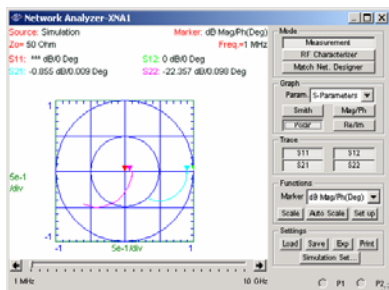

图 5-98 极化格式
3) Polar 按钮：设定图形显示为极化格式，如图 5-98 所示。